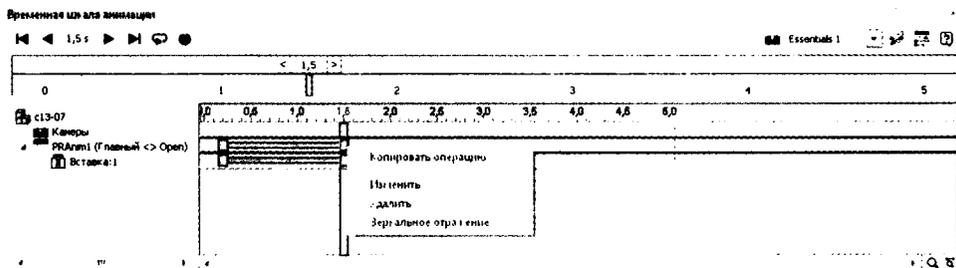

Рис. 13.19. События на временной шкале могут копироваться или зеркально отображаться для определения нового действия
8. Щелкните правой кнопкой мыши на бегунке действия **PRAnim1 (Главный <> Орен)** и выберите **Зеркальное отражение** из контекстного меню, как показано на рис. 13.19.